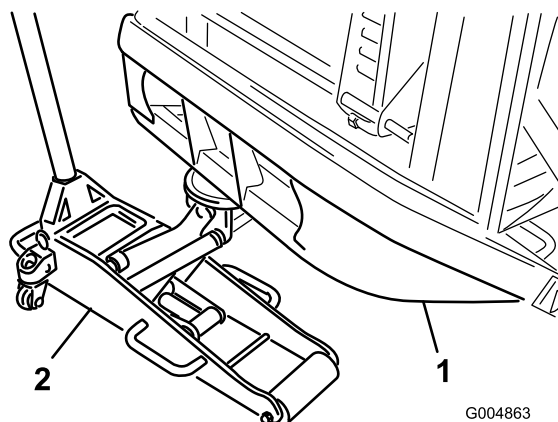

Рисунок 31
1. Поместите подходящий напольный домкрат под трубу заднего бампера и поднимите так, чтобы задние колеса приподнялись над землей (Рисунок 31).